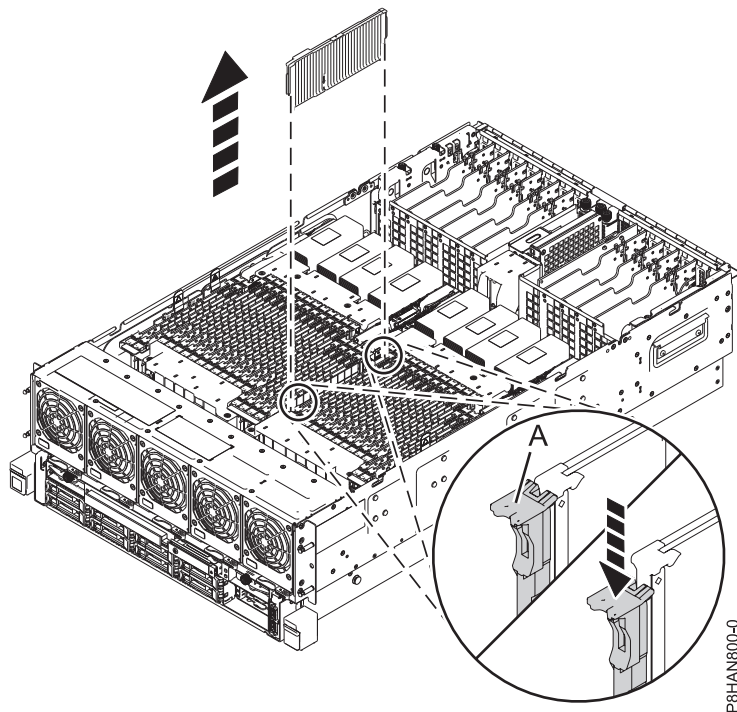

図 5. 8408-44E または 8408-E8E システムでのメモリー・スロットからのメモリー・フィラーの取り外し
- a. スロット内でメモリー・フィラーをそのコネクタからアンロックするには、固定タブ (A) を、示されている方向に押し込みます。8 ページの図 5 このタブ操作で、メモリー・フィラーがコネクタの外に押し出されます。